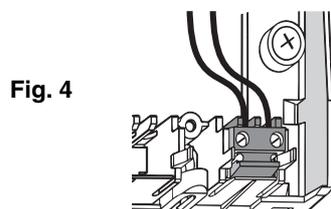

Fig. 4
- Raccordez les 2 fils de liaison sur le terminal (Fig. 4).